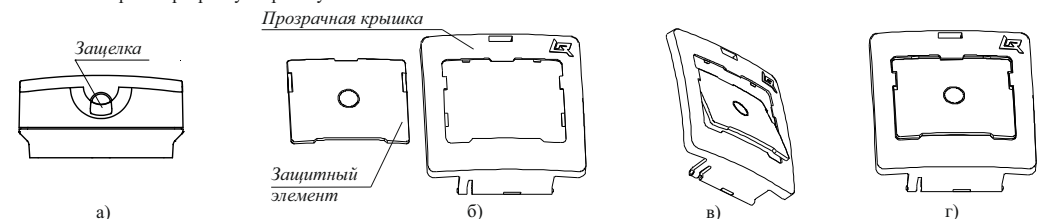

Рисунок 5
6.14 Для того чтобы вставить защитный элемент, необходимо открыть прозрачную крышку, поддев защелку в верхней части корпуса острым предметом (рисунок 5, а). Далее прозрачная крышка показана отдельно от корпуса (снимать крышку с корпуса УДП не следует). Защитный элемент (рисунок 5, б) ввести верхней кромкой в середину выреза прозрачной крышки (рисунок 5, в) и, повернув, совмещая плоскости, защелкнуть нажатием на кромки защитного элемента (рисунок 5, г).